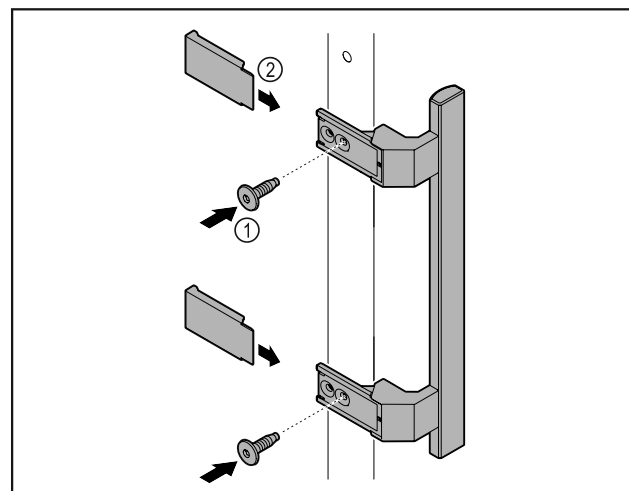

Fig. 42
- ▶ 用随附的螺钉 Fig. 42 (1) 将附件包中的把手安装到门上。
- ▶ 安放盖板 Fig. 42 (2)。